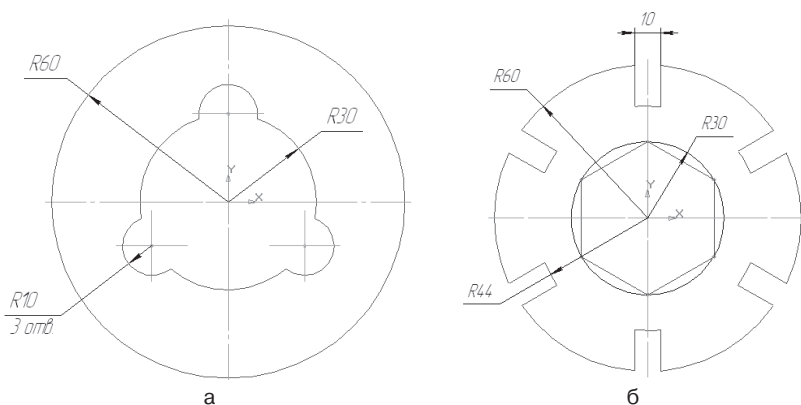

Рис. 84. Чертеж плоской детали
2. Постройте чертеж плоской детали (рис. 84).